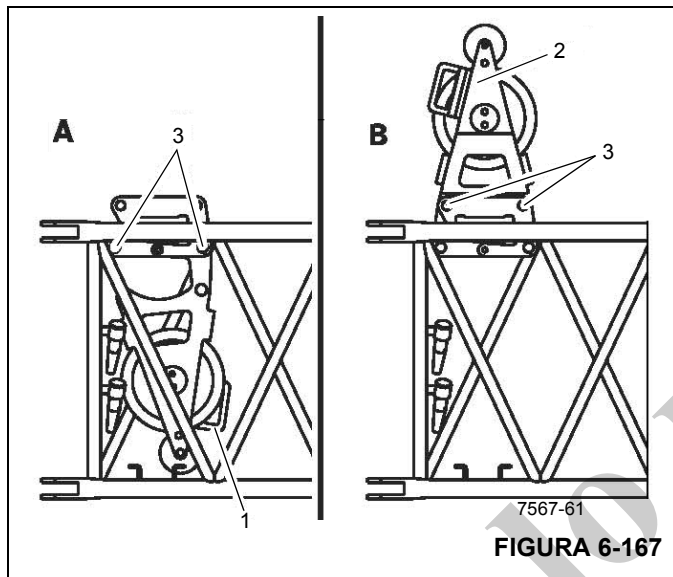

FIGURA 6-167
1. Retire las pinzas de retención de los pasadores (3) (Figura 6-167).
2. Sujete la polea deflectora por la manija (1) y quite los pasadores (3).
3. Pliegue la polea deflectora usando la manija (1) e inserte los pasadores (3).